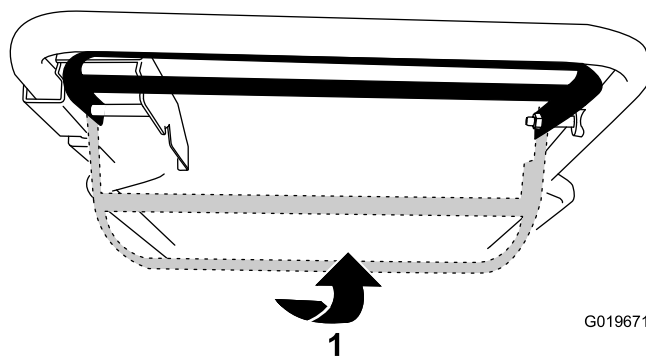

Figure 16
- Pour utiliser l'autopropulsion sans engager la lame : Relevez la barre de commande de la lame contre le guidon (Figure 16).